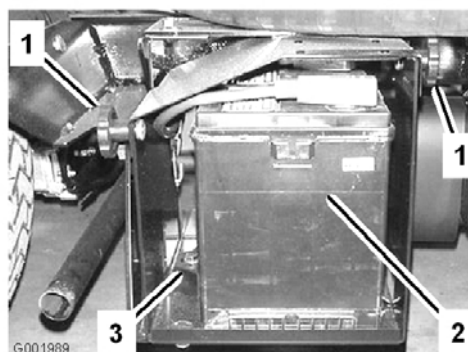

Figure 53
2. Desserrez les boutons sur les côtés du bac de la batterie et enlevez le couvercle de la batterie (Figure 53).
5. Retirez le dispositif de retenue et les fixations de la batterie (Figure 53).
2. Posez le dispositif de retenue de la batterie et serrez-le avec les fixations retirées précédemment (Figure 53).
4. Posez le couvercle de la batterie et fixez-le à l'aide des 2 boutons (Figure 53).
1. Desserrez les boutons sur les côtés du bac de la batterie et enlevez le couvercle de la batterie (Figure 53).